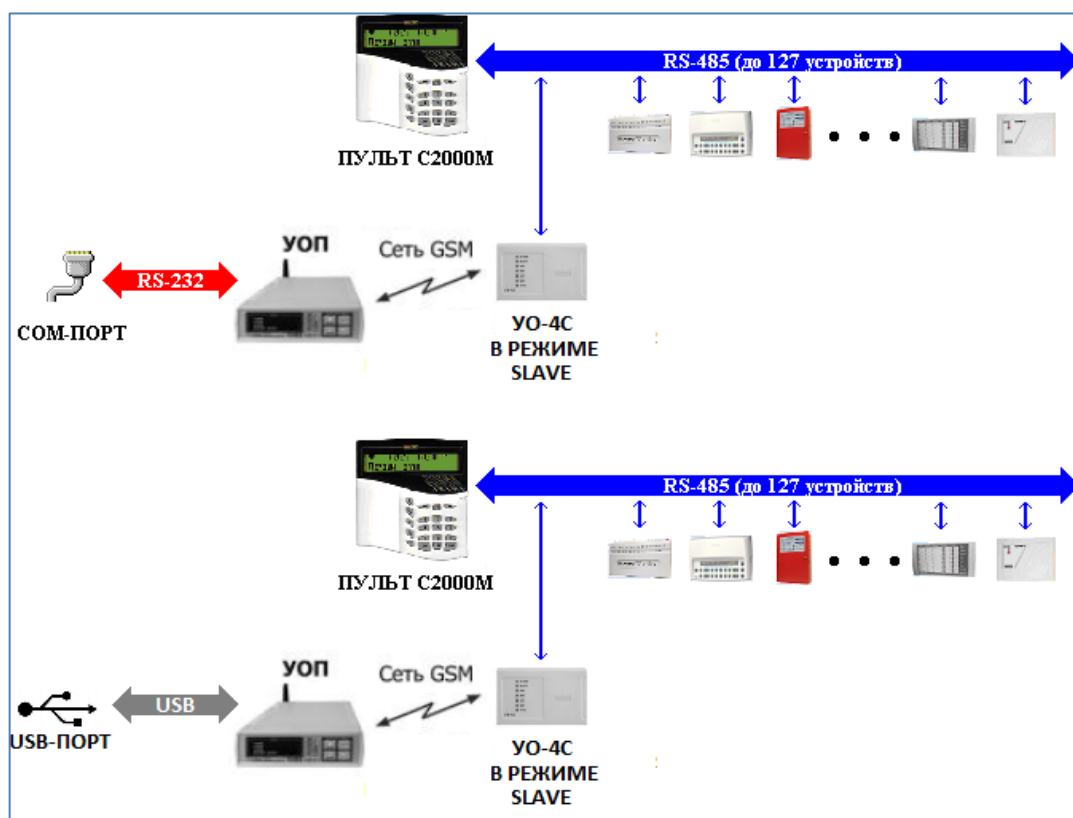

Рисунок 1-13 Подключение приборов для трансляции в АРМ "Орион Про" их событий. Протокол "Орион Про"
- Подключение приборов для трансляции в АРМ «Орион Про» их событий. Протокол «Орион Про» (см. Рисунок 1-13). В этом случае пульт «С2000М» ведет опрос приборов и транслирует их события в АРМ «Орион Про» через «УО-4С».